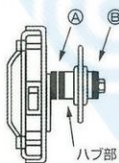

図7
- 1) アイドラスプロケットをテンショナ本体へ取付ける際には、スペーサを図7の位置（A、B）に必ず入れてください。（スペーサを入れないとローラチェーンがテンショナ本体と接触します。表1）